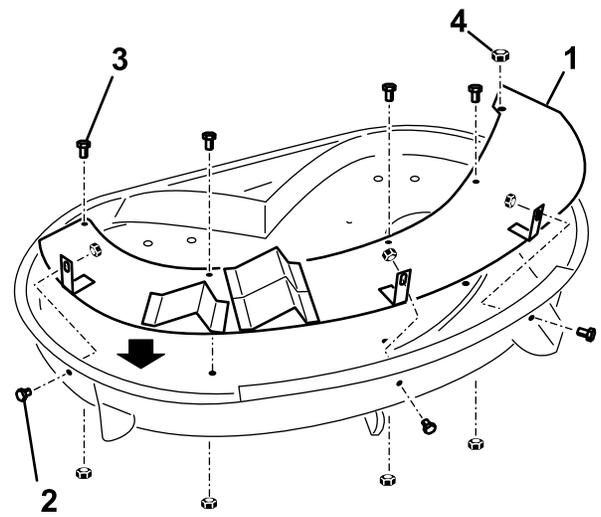

Bild 5
- Setzen Sie die vorher entfernte Sicherungsmutter auf das Gewinde der Befestigungsstange des Auswurfkanals auf und befestigen Sie das Ablenblech am Mähwerk (Bild 5).
- Setzen Sie durch die Seite des Mähwerks an jeder Nase drei Schrauben (5/16" x 5/8") und drei Bundmuttern (5/16") ein, siehe Bild 5. Montieren Sie die Befestigungen mit den Muttern an der Innenseite.
- Stecken Sie vier Schrauben (1/4" x 5/8") in das Ablenblech und durch die Oberseite des Mähwerks und befestigen Sie diese mit vier Sicherungsmuttern (1/4"), wie in Bild 5 abgebildet.
- Montieren Sie das obere Ablenblech. Die Zungen müssen zum Mähwerk zeigen, siehe Bild 5. Stellen Sie sicher, dass das Gewinde der Auswurfkanalstange durch das Loch am Ablenblech gedreht ist.